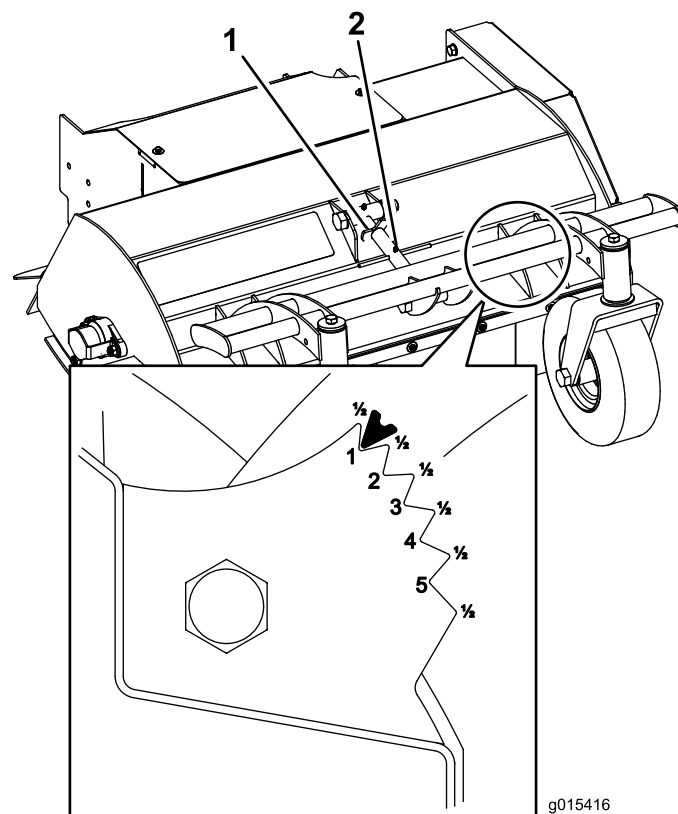

Figure 2
2. Faites face à l'avant de la tondeuse et ouvrez le verrou du tendeur (Figure 2).
3. Tournez le tendeur dans le sens horaire pour abaisser la hauteur de coupe et dans le sens antihoraire pour l'élever à la hauteur voulue sur la jauge de hauteur de coupe (Figure 2).